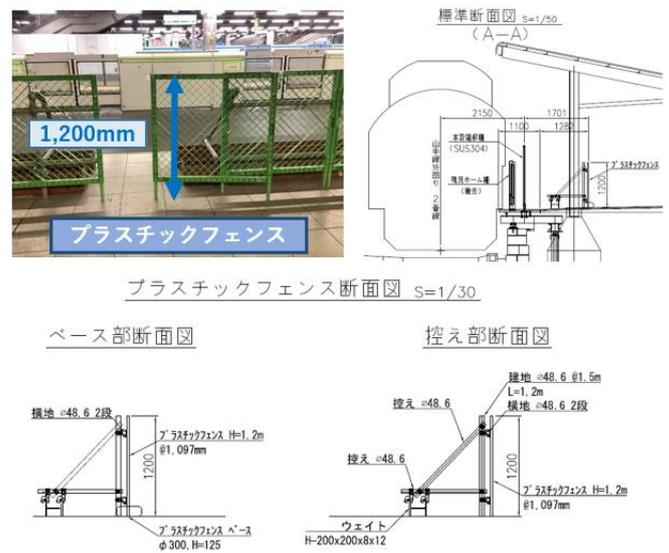

図5 プラスチックフェンス構造
①今回の切換工事も過去の切換工事を参考に、第2ホームの仮囲いを切換前より段階的に撤去して、当夜作業を減らし、作業可能時間内に確実に作業を終えるようにした。
②仮囲いを早期設置完了させるため仮囲いの種類検討を行い、プラスチックフェンス(120m)を当夜に設置することとした。従来仮囲いとして使用されているフラットパネルの場合、当夜作業可能時間内に設置出来る範囲はわずか20mであった。そこで、第1ホームの仮囲い内に仮置き可能な数量や旅客が寄りかかっても倒れることのないような構造を検討し、H鋼で控えを取って連結させたプラスチックフェンスをホーム全長半分の120m設置することとなった(図5)。
③当初は第1ホーム2#側の誘導ブロックは約240m全面目隠し(黒ゴムマット設置)する予定であったが、②よりプラスチックフェンス設置範囲は、誘導経路上に旅客は立ち入らないため、目隠し範囲を半分にすることができた。